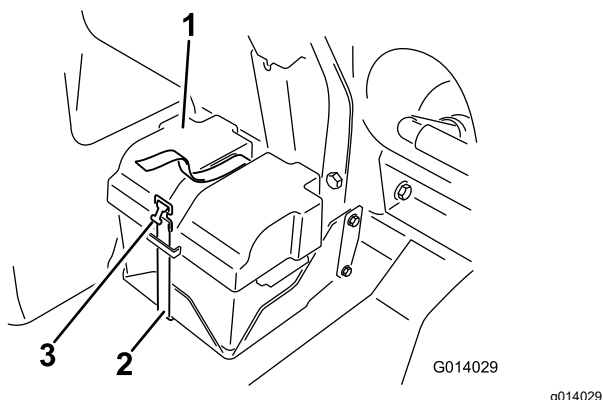

図 127
2. バッテリーについているカバーを外し、バッテリーのマイナス黒端子からケーブルを外す 図 127。
4. バッテリーカバーを取り付け、先ほど取り外したストラップで固定する 図 127。